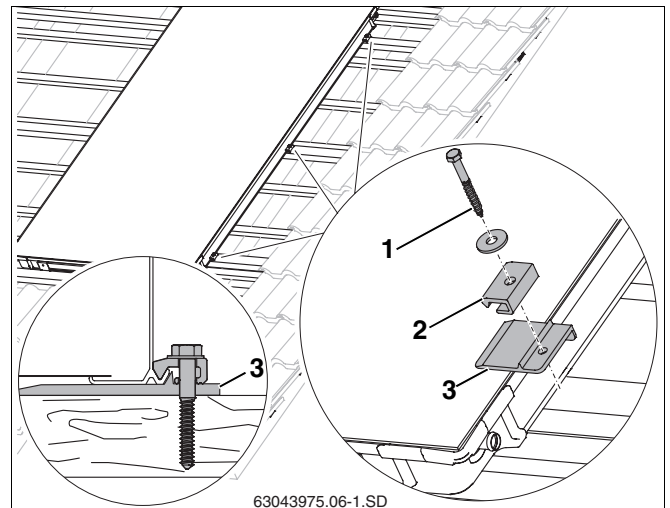

Fig. 25 Colocar y atornillar el primer colector
- ▶ Eleve ligeramente el colector y deslice por debajo del colector las placas espaciadoras del lado derecho (fig. 25, **pos. 3**) situadas sobre el 2º y el 3er listón adicional, así como en la parte central del colector sobre un listón hasta que la elevación de las mismas haga tope en el borde del colector.
- ▶ Es necesario realizar previamente un taladro de 4 mm para el tornillo (fig. 25, **pos. 1**).
- ▶ Fije los elementos unilaterales de sujeción (fig. 25, **pos. 2**) con tornillos 6 x 40 (fig. 25, **pos. 1**) y arandelas (utilice una llave de tamaño 10).
- ▶ Eleve ligeramente el colector y deslice por debajo del colector la placa intermedia (fig. 25, **pos. 2**) con el elemento de sujeción bilateral situada sobre el 2º y el 3er listón adicional, así como en la parte central del colector sobre un listón hasta que la elevación de las mismas haga tope en el borde del colector.